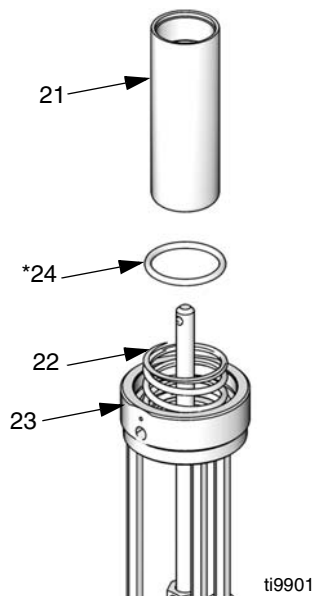

FIG. 16
7. Sortez le piston (21) de la base du moteur (23), par le haut. Enlevez le joint torique (24\*) de la base du moteur. Inspectez toutes les pièces, y compris le ressort (22) dans la base du moteur. Voir la FIG. 16.